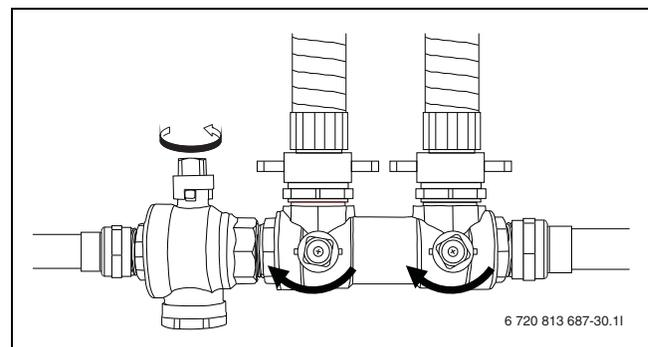

Рис. 17 Заполняющие устройства в положении повышения давления
- ▶ После выпуска воздуха создайте в контуре давление. Установите краны заполняющего устройства в положение повышения давления и создайте давление в контуре от 2,5 до 3 бар (→ рис. 17).